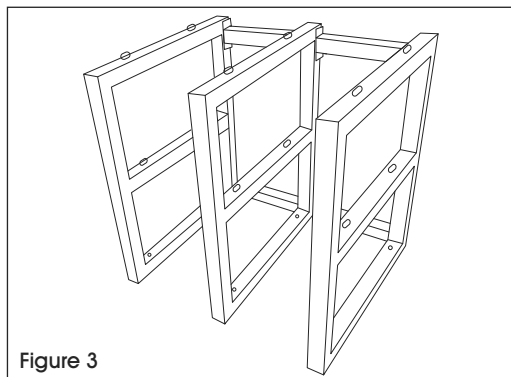

Figure 3
3. Repeat until rack is fully assembled. (See Figure 3)
3. Répétez l'opération jusqu'à ce que le support soit entièrement assemblé. (Voir Figure 3)